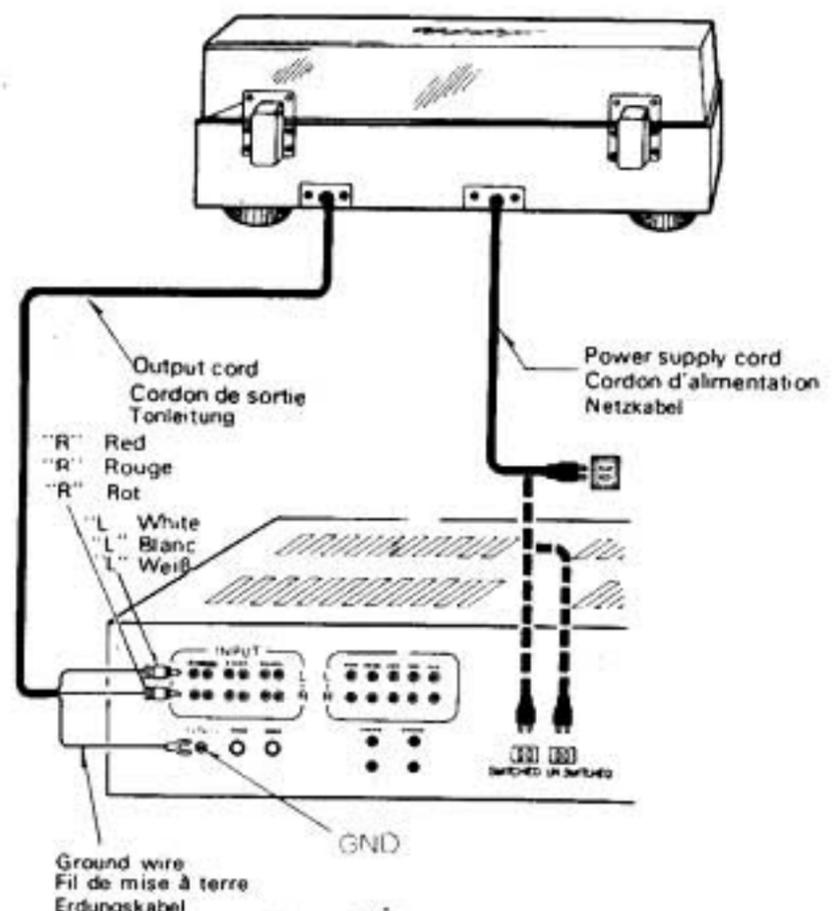

Fig. 15 Abb. 15
(1) Connect the L and R pin plugs of output cord to the L and R "phono" inputs of the amplifier to be used (Fig. 15).
(2) Plug in the power supply cord to an AC receptacle, (If an AC outlet is provided on your amplifier connect the power supply cord referring to Fig. 15. Make sure that the power capacity of the outlet is sufficient.)
(1) Reliez les fiches à broche L (gauche) et R (droite) du cordon de sortie aux entrées du phono L (gauche) et R (droite) de l'amplificateur à utiliser (Fig. 15)
(2) Blanchez le cordon d'alimentation dans la fiche CA (Ou autre, si une prise de courant CA est prévue sur votre amplificateur, reliez-y le cordon d'alimentation, en vous référant à la Fig. 15. A ce moment, assurez-vous que la capacité de courant à la sortie soit suffisante).
(1) Verbinden Sie die mit L und R markierten Stiftstecker der Tonleitung des Plattenspielers mit den PHONO-Eingängen L (linker Kanal) und R (rechter Kanal) am Verstärker/Receiver. (Abb. 15).
(2) Verbinden Sie das Netzkabel des Plattenspielers mit einer Wandsteckdose (oder, falls eine Netzstromanschlußbuchse am Verstärker/Receiver vorhanden ist, das Netzkabel des Plattenspielers mit dieser Buchse, wie in Abb. 15 dargestellt. Vergewissern Sie sich dabei, daß die Netzspannung dieser Anschlußbuchse für den Betrieb des Plattenspielers ausreicht.)